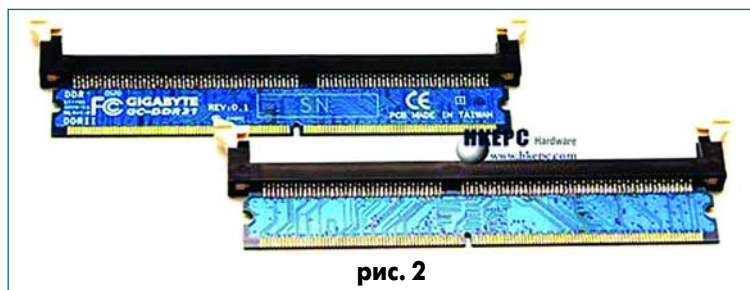

рис. 2
Второй вид памяти, который вырвался вслед за DDR2, - энергонезависимая флэш-память по технологии NAND (рис. 2). Объем этого рынка памяти в 2006 г. составит 8 млрд. дол. В этой области памяти также лидирует компания Samsung Electronics, которая недавно объявила о начале массового производства чипов флэш-памяти 4 Гбит с использованием 70-нанометрового процесса, что позволяет добиться самой миниатюрной в индустрии ячейки памяти площадью 0,025 мкм2. Скорость записи в этих чипах составляет 16 Мегаточетов в секунду. Это открывает возможности по использованию такой памяти для хранения видеоданных высокой четкости (HD). Флэш-чип на основе таких микросхем предназначен для конструкторов потребительской электроники и позволяет упаковать на одной карте памяти до 16 Гбайт данных, что соответствует 16 часам видео DVD-качества или 4000 аудиофайлов MP3. Плотность флэш-микросхем начиная с 1999 г. удваивается каждый год, отмечает ведущий специалист Samsung Electronics Чхан Гью Хван. Поэтому в Samsung Electronics это явление называют "Законом Хвана".